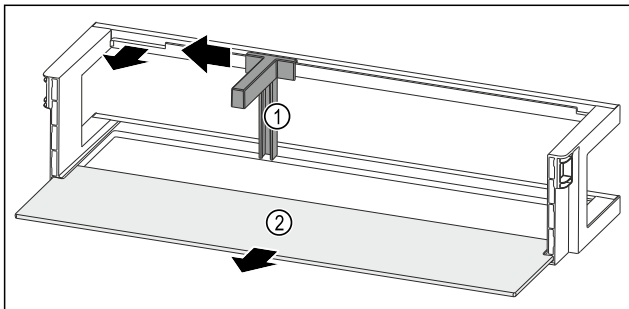

Fig. 116 Рафт на врата с преграда за бутилки и рафт
- ▶ Плъзнете преградата за бутилки Fig. 116 (1) настрани до прореза.
- ▶ Свалете преградата за бутилки Fig. 116 (1).
- ▶ Свалете рафта Fig. 116 (2).